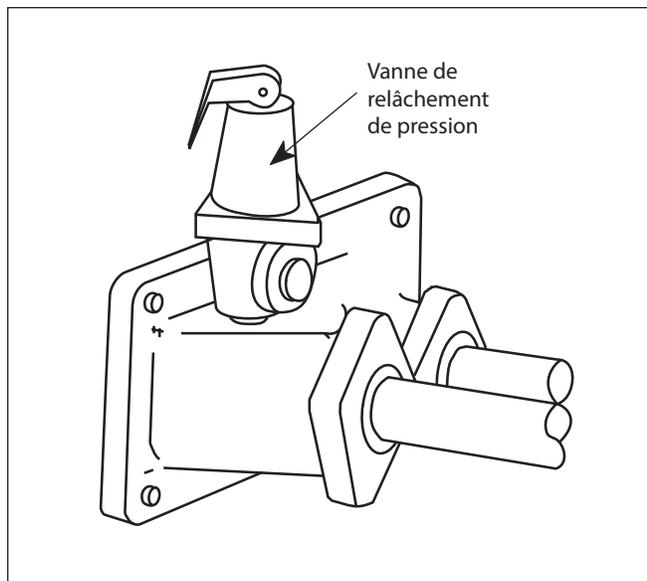

Figure 9. Emplacement de la vanne de relâchement de pression.
- La vanne de relâchement de pression installée dans l'ouverture taraudée prévue dans le collecteur de sortie (voir Figure 9), doit être raccordée par tuyau, mais non fixée, à une décharge ou à un réservoir de drainage au sol. Le tuyau d'écoulement doit être de la même taille que la sortie de la vanne et doit être incliné vers le bas à partir de la vanne.